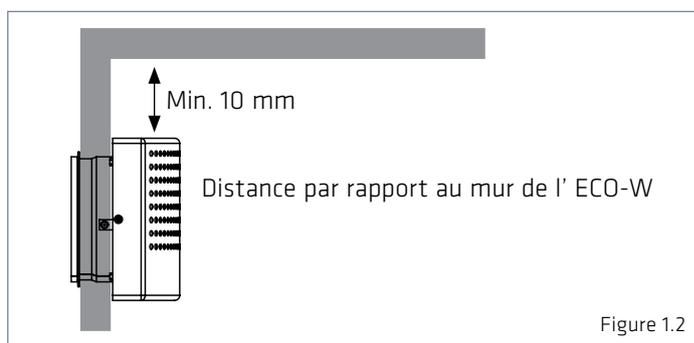
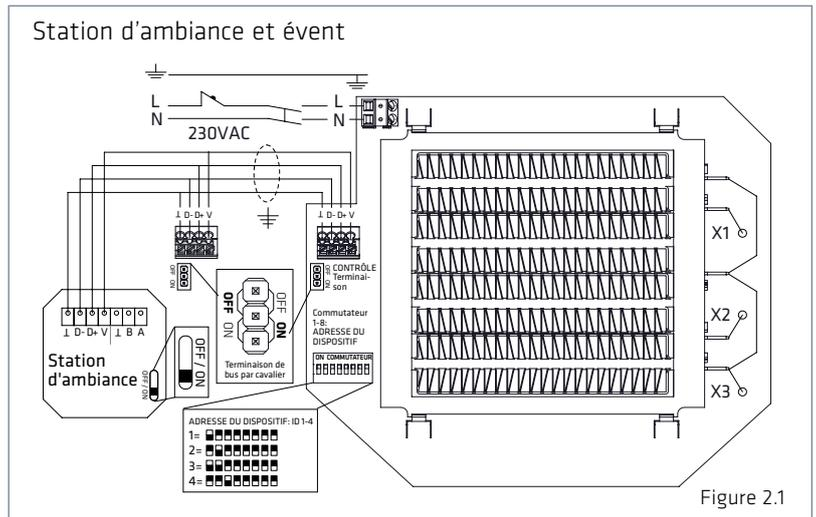

Figure 1.2
Figure 2.1
2. La distance minimale entre le terminal et le plafond est de 100 m (voir la figure 1.2). Installez le terminal à une hauteur minimale de 1,8 m. Assurez-vous que les enfants ne puissent pas mettre les mains sur le terminal.
3. Détachez la grille (2) du corps. Retirez les trois vis de fixation (3) et enlevez la grille du corps (1).
5. Branchez le câble d'alimentation (MMJ) par le biais d'un interrupteur bipolaire et le câble de bus de la station d'ambiance (KLMA) aux connecteurs situés dans la section électronique du terminal, comme illustré dans les figures 2.1 à 2.3.
1. **REMARQUE !** Raccordez la tension d'alimentation 230 V au dispositif via un interrupteur bipolaire. Raccordez la tension d'alimentation aux connecteurs N et L dans la section électronique du terminal, comme illustré dans les figures 2.1 à 2.3.
2. Raccordez la terre au connecteur de terre séparé du terminal comme illustré dans les figures 2.1 à 2.3.
3. Raccordez le terminal série ECO à la station d'ambiance avec le câble Modbus comme illustré dans les figures 2.1 à 2.3.
2. Détachez l'écran tactile (1) de la pièce de blocage (2).
3. Détachez la pièce de blocage du bas (4) avec un petit tournevis par exemple.
4. Fixez le bas (4) à la boîte de connexion.
5. Installez le cache (3).
6. Installez la pièce de blocage (2).
7. Raccordez les câbles aux connecteurs de l'écran tactile comme illustré dans les figures 2.1 à 2.3.
8. Poussez l'écran tactile (1) dans la pièce de blocage (2) jusqu'à ce que vous entendiez un déclic.